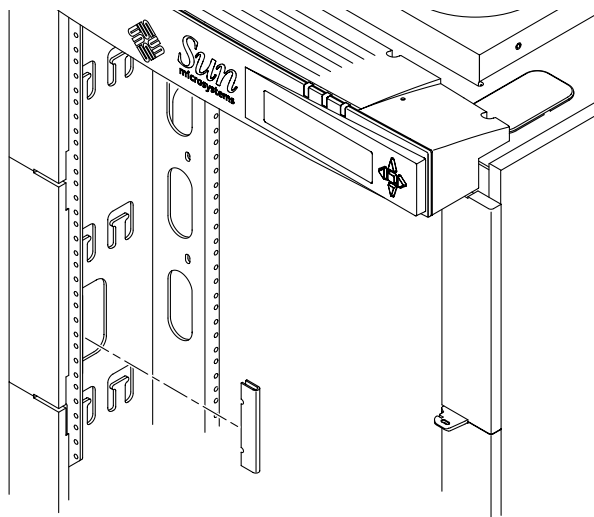

図 3-5 キャビネットガードの取り付け
2. キャビネットガードの上部の v 型くぼみと該当する番号のホールを合わせて、キャビネットの端に届くまで、ガードの中心部を強く押します (図 3-5)。